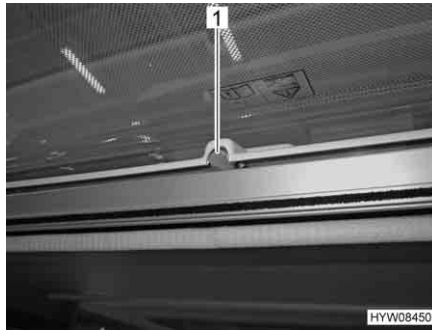

Fig. 52 Comando di emergenza oblò
- Posizionare la chiave a testa esagonale sul comando di emergenza (Fig. 52,1).